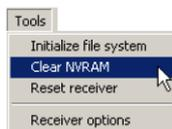

Figura 4-11. Borrado de la memoria NVRAM con PC-CDU
2. Haga clic en **Tools ► Clear NVRAM** (Figura 4-11).